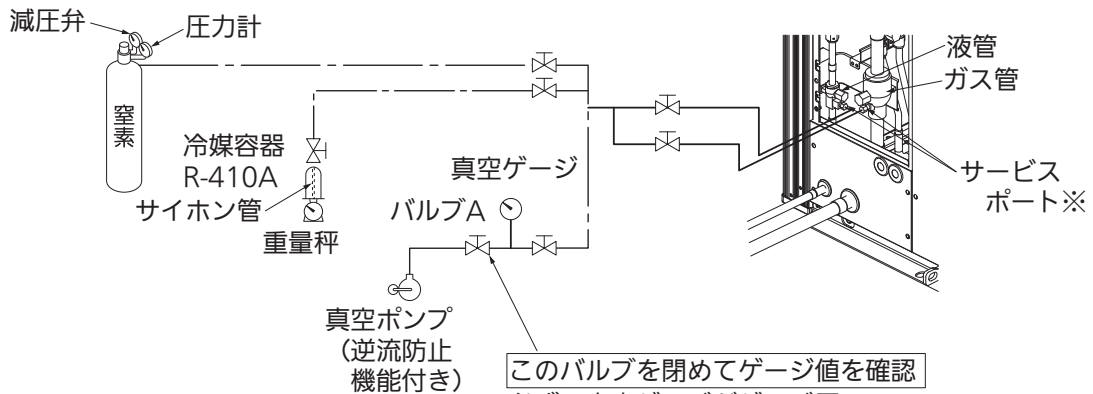

図 16
- ガス管、液管のサービスポートに窒素ガス、真空ポンプ等を図 16(12 ページ)の通りに接続してください。このとき、ガス管、液管の閉鎖弁は“閉”のままです。
- ① 室外ユニットのガス管、液管の閉鎖弁が全閉であることを確認してください。
- ② ガス管、液管のサービスポートに真空ポンプ、真空ゲージを図 16 のとおりに接続してください。
- ③ 室内ユニットおよび配管内の真空引きおよび真空乾燥を行ってください。
- ④ 真空ゲージがゲージ圧 -0.1MPa (絶対圧 0.6kPa (5Torr)) 以下まで真空引きを行ってください。
- ⑤ -0.1MPa 以下になってから 1 時間以上真空ポンプを連続運転し、真空引き (真空乾燥) を行ってください。
- ⑥ バルブ A を全閉し、真空ポンプに接続されているホースをゆるめ、真空ポンプを停止してください。
- ⑦ 1 時間放置後、⑥ 終了直後よりも真空ゲージの圧力が上昇していないことを確認し、真空乾燥を終了してください。